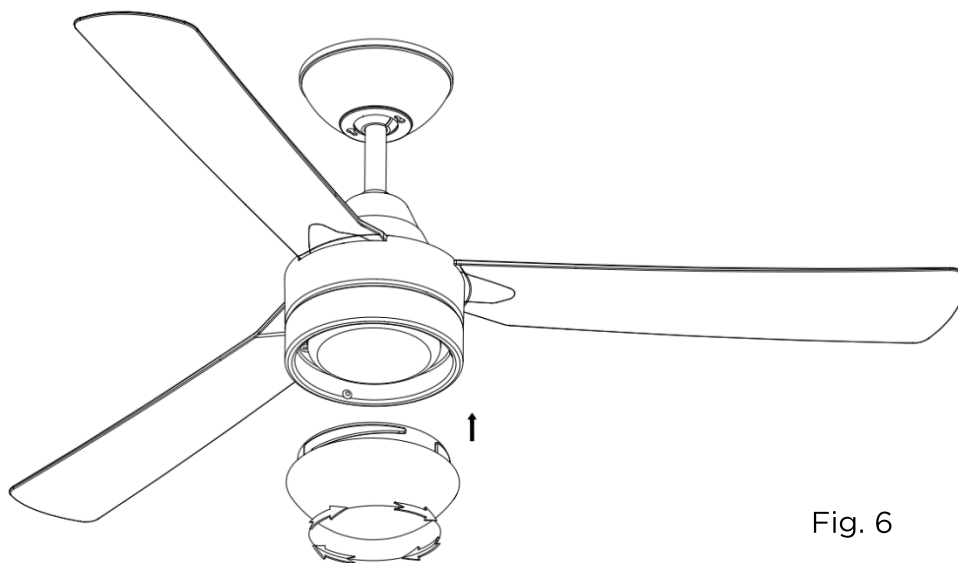

Fig. 6
5. Levante y fije la pantalla de cristal a la base del ventilador y fíjelo girándolo en sentido horario. (Fig.6)